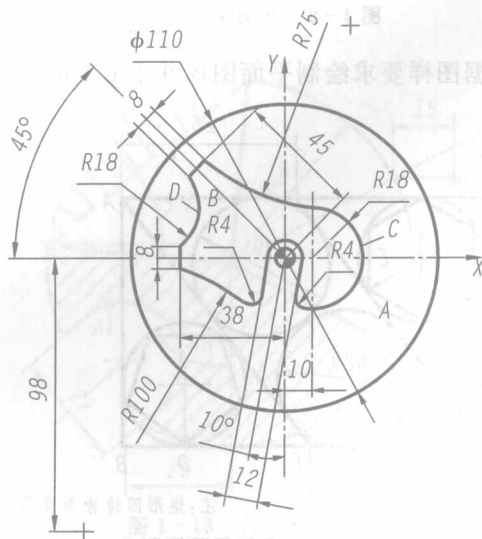

图 1-6 转动件平面图形
11. 如图 1-6 所示,根据图样要求绘制平面图形并求  $D$  弧的长度。